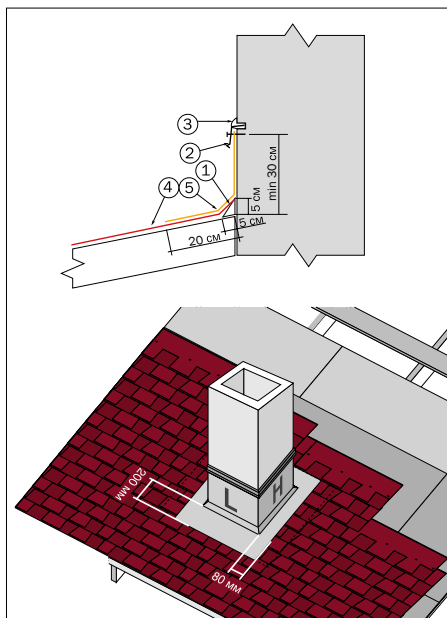

Рис. 22
В местах стыков ската кровли со стенами (рис. 22) набивается треугольная рейка (1), на которую заводится рядовая черепица (4). В качестве треугольной рейки может быть использован деревянный брус 50 × 50 мм, распущенный по диагонали, либо обычный деревянный плинтус (1). Если поверхность вертикальной стены кирпичная, то ее необходимо предварительно оштукатурить и праймировать. Поверх рядовой черепицы монтируются полосы ендовного ковра ТЕХНОНИКОЛЬ (5) шириной не менее 500 мм с проклейкой мастикой ТЕХНОНИКОЛЬ ФИКСЕР (мастика наносится на всю
монтажа показан на рис. 22. Первоначально монтируется лицевая выкройка с заводом на рядовую черепицу. Затем монтируется левая и правая, которые заводятся под черепицу. В последнюю очередь монтируется тыльная выкройка. При монтаже необходимо соблюдать принцип каскадности воды. Слева, справа и с тыльной стороны необходимо выполнить желоб шириной 8 см. Места сопряжения рядовой черепицы следует проклеить мастикой ТЕХНОНИКОЛЬ ФИКСЕР в местах отсутствия самоклеящегося слоя на величину 10 см и отрезать уголки для отбоя воды.